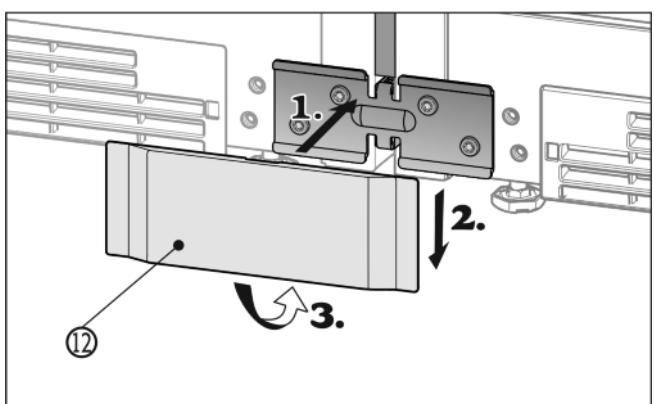

Fig. 16
- Dolní kryt Fig. 16 (12) nasadte zpředu na úhelník (1), zasuňte dolů (2) a dole zatlačte do západek (3).